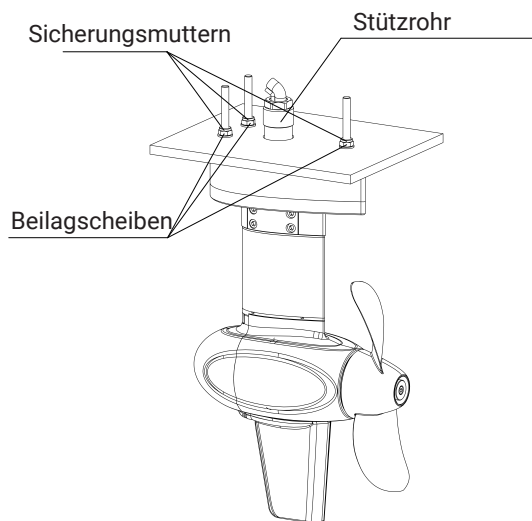

Abbildung 3-4
Schritt 2: Halten Sie den Pod-Motor fest und setzen Sie die drei Bolzen (M8 für die Pod Drive 1.0 & 3.0, M10 für den Pod Drive 6.0) und das Stützrohr von der Unterseite des Rumpfes in die Löcher ein. Sichern Sie dann alle Bolzen vom Bootsinneren her mit jeweils einer Beilagscheibe und einer Mutter (Abbildung 3-4).